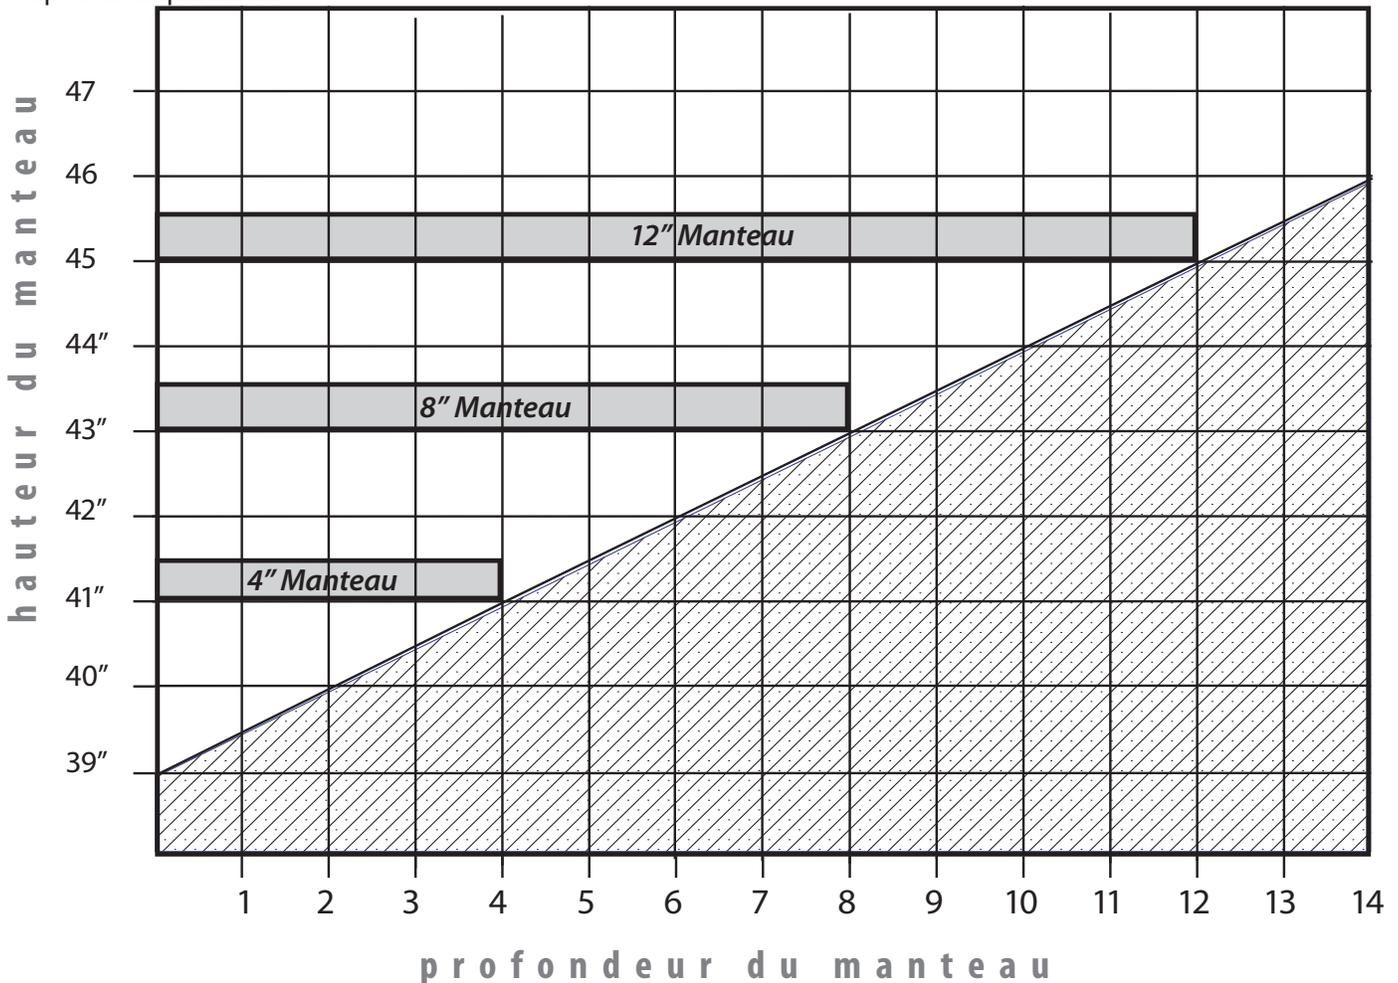
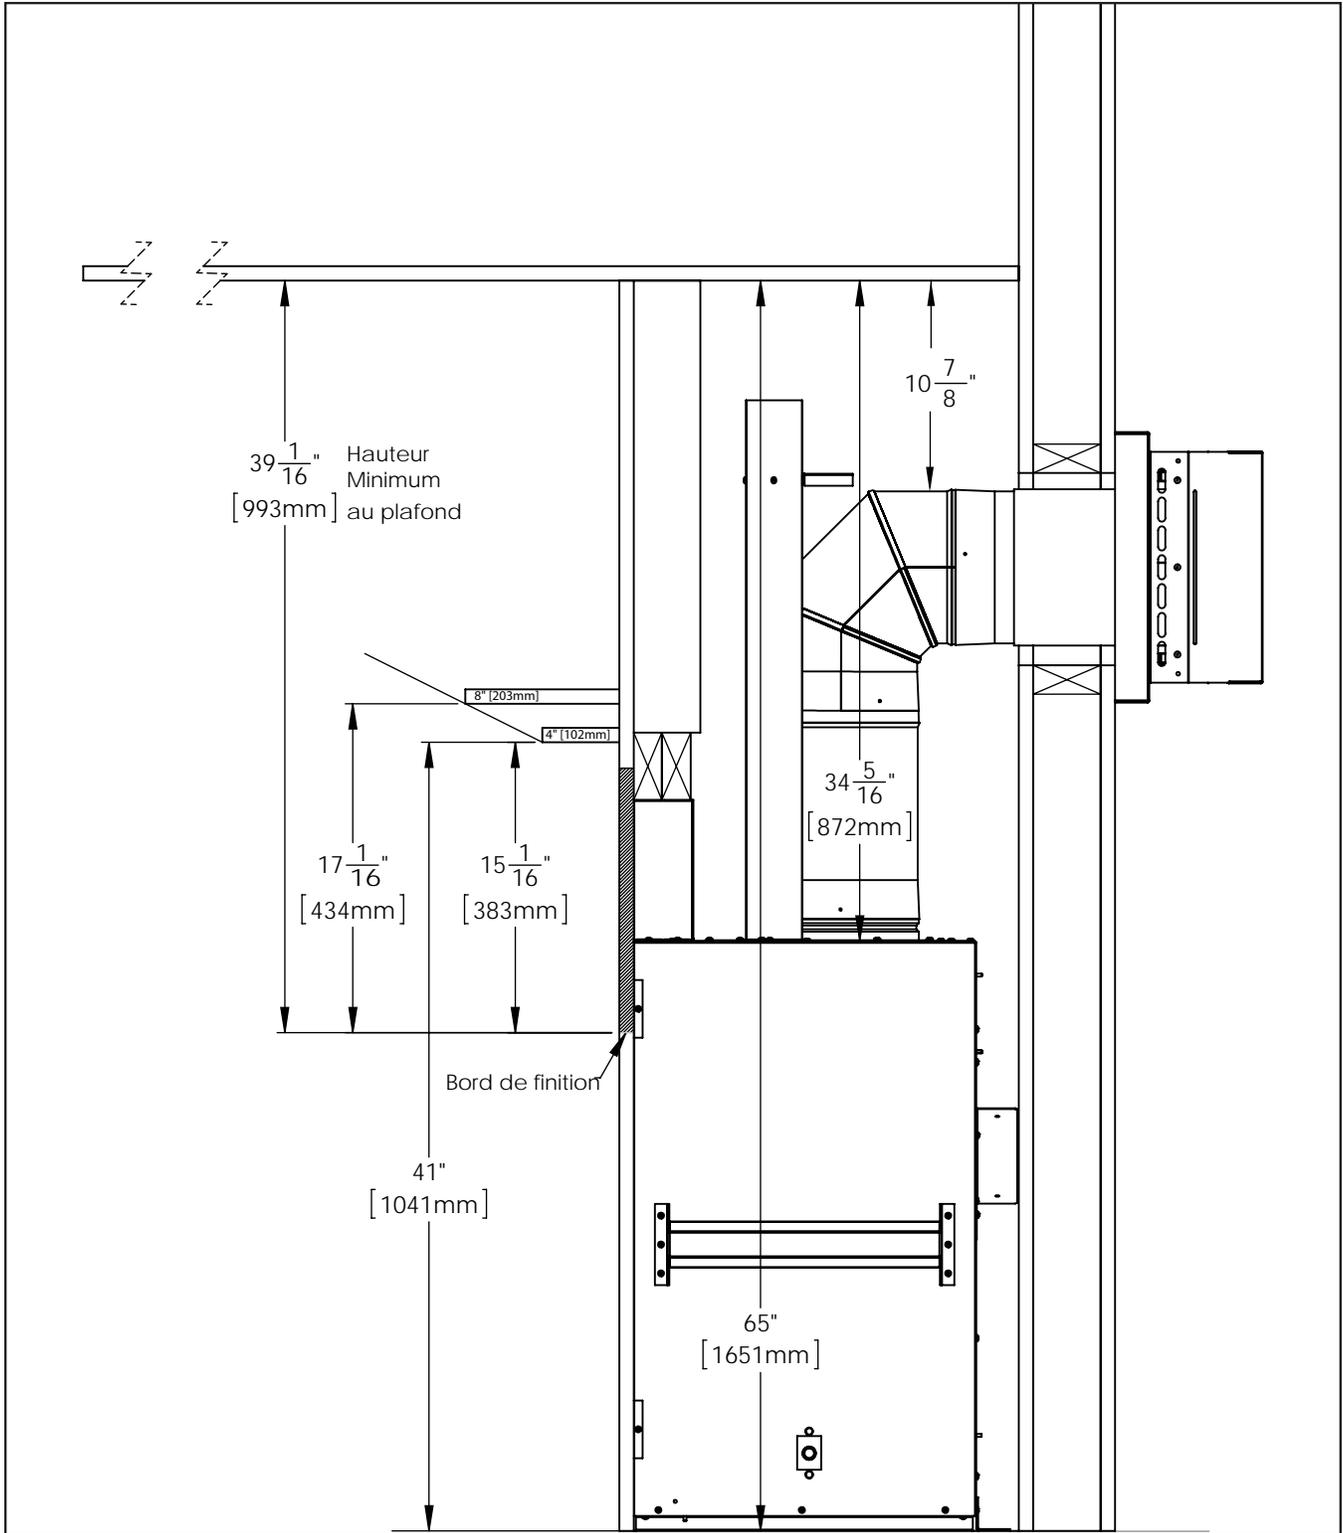
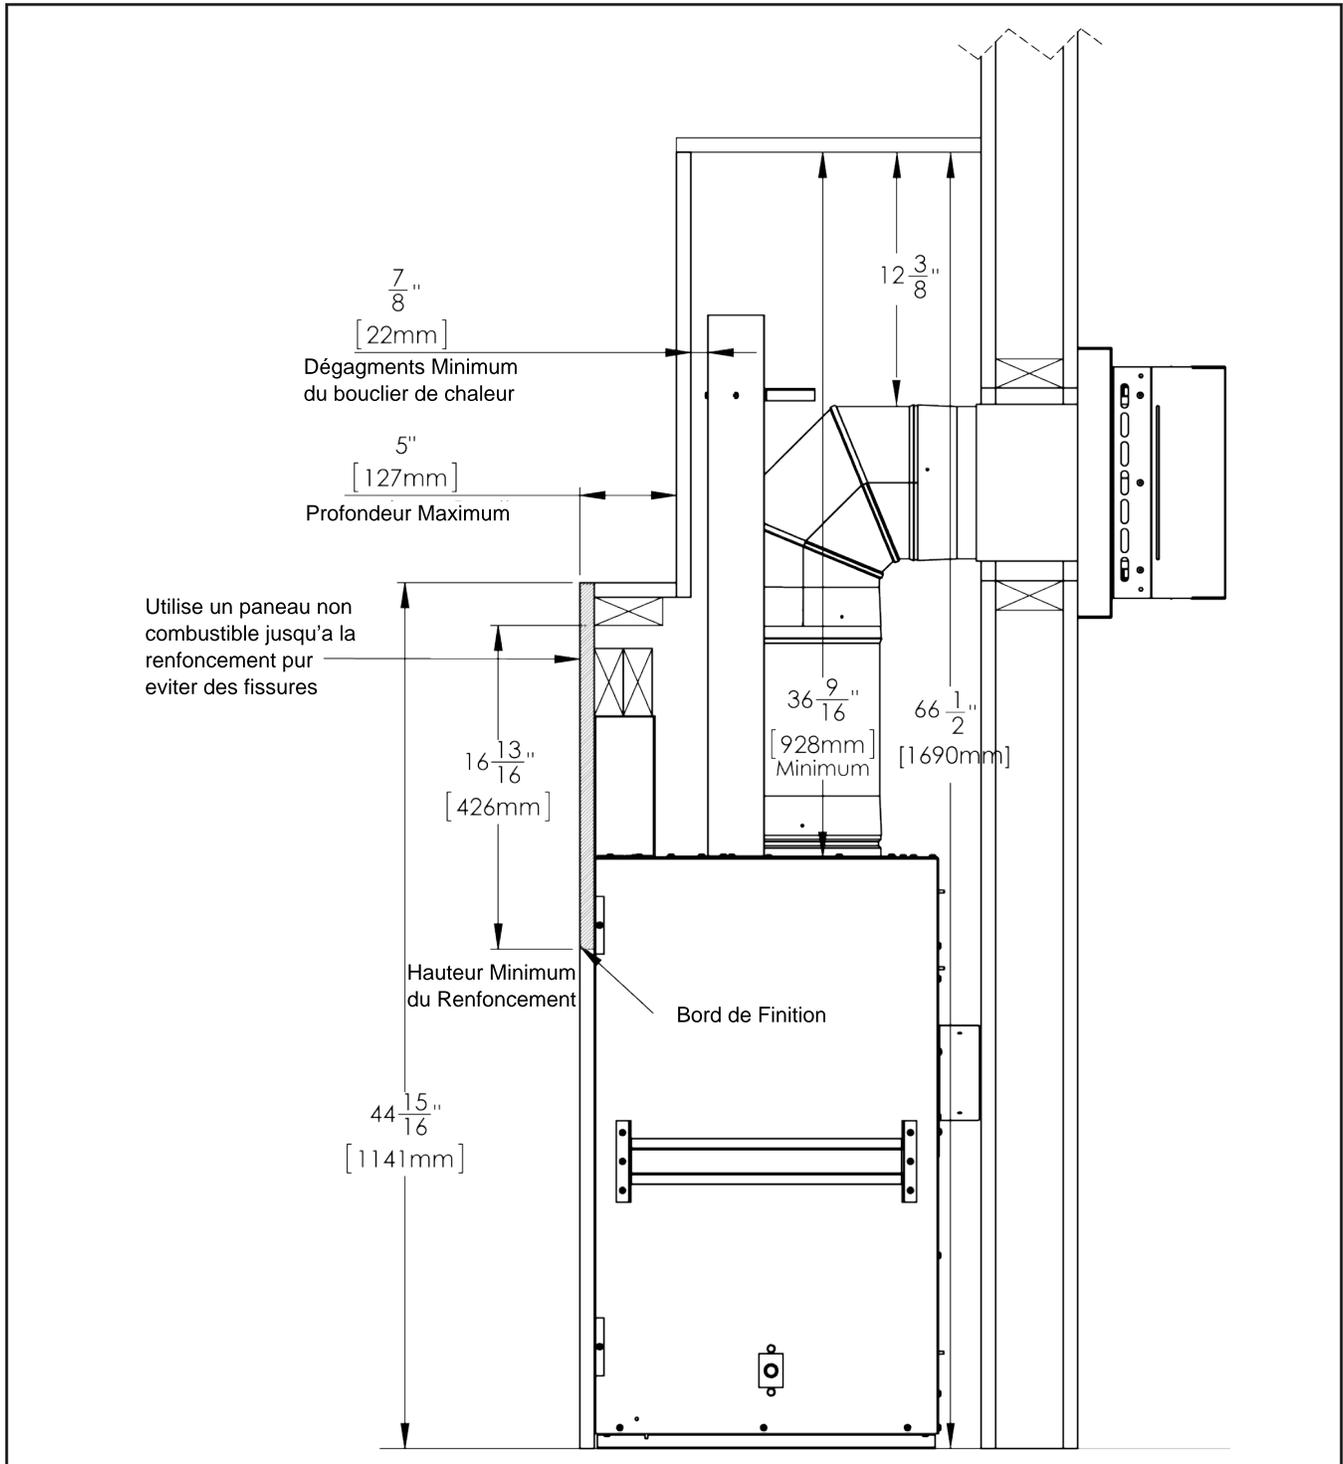
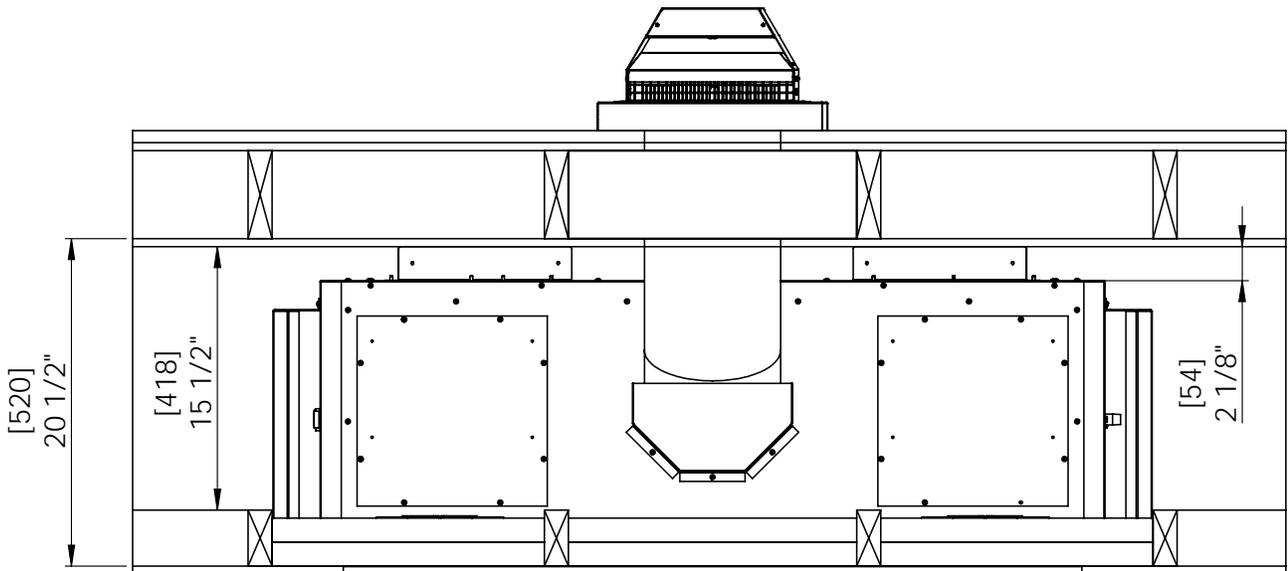

Figure 34: Hauteur de Manteau minimum
Figure 35: Dimension d'Installation avec Menteau
Figure 36: Dimension d'Installation du Renforcement
Figure 39: Dimensions d'un installation horizontal
Évent minimum est illustré dans la Figure 34. La hauteur de cadrage au centre de la cartouche est de 50". Ventilation minimum doit inclure une section verticale de 12" et un raccord coudé de 90 degré qui est alors mis fin à l'horizontale.
Raporter vous à la Figure 34 & Figure 35 pour une installation de manteau combustible, les mesures sont du bas de l'unité vers le bas de la Manteau.
Si l'ajout d'un manteau de cheminée à la C44I / C44ID, Veuillez noter la dimension critique illustrée à la Figure 35. Il s'agit de dimension minimale selon la certification et doit être suivie.
Reporter aux dimensions de la Figure 36 si la construction d'un évidement au-dessus de la cheminée. Remarque les dimensions du bord de finition au goujon ci-dessous l'évidement Matériaux de finition. Le matériau de finition vertical à l'arrière de l'évidement doit être espacés de  $\frac{7}{8}$ " du bouclier d'évent. Notez également la dimension du tuyau d'évent pour le plafond interne doit être maintenue si la cheminée est soulevée.
La Figure 39 montre une installation d'évent horizontal avec les espaces minimum. Le blindage d'évent horizontale doit être utilisé lorsque la configuration minimale d'évent est utilisé. Si plus de 12" de hauteur est utilisée la protection doit être retiré. La distance d'évent au plafond doit être maintenue, peu importe la hauteur d'évent verticale supplémentaire ; voir la Figure 35 & Figure 36.
**Manteau:** Il n'est pas nécessaire d'installer un manteau, mais s'il est souhaitée, suivez les directions comme illustré à la Figure 34 & Figure 35.